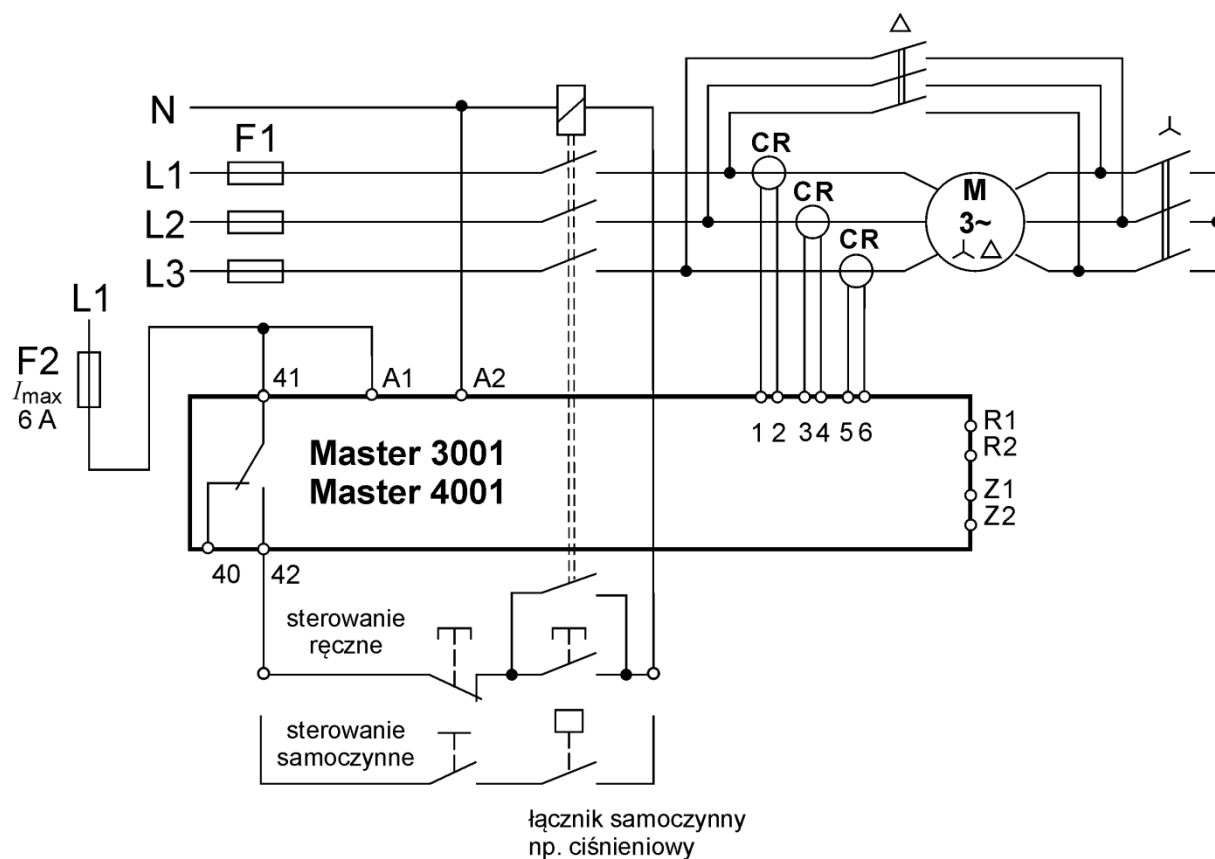

Rys. Nr 1. Zabezpieczenie Master 3001 – widok z przodu.
Opisane elementy zabezpieczeń przedstawione są na rys. Nr 1.
- wyjąć z obudowy panel przedni podważając go małym wkrętkiem w bocznym wycięciu (rys. Nr 1),